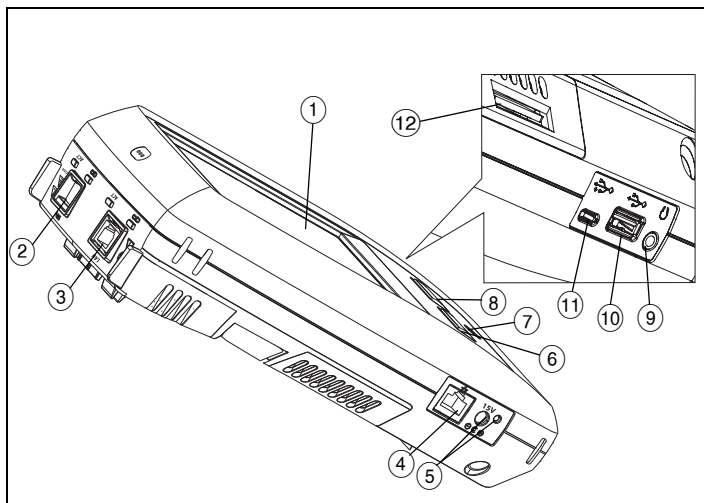

Figure 1. Connecteurs, touches et témoins
Connectez le réseau testé à un port (éléments ② ou ③ sur la Figure 1). Vous pouvez utiliser la prise Ethernet RJ45 pour les câbles cuivre ou un SFP+ inséré dans la prise SFP+ pour les câbles fibre optique.